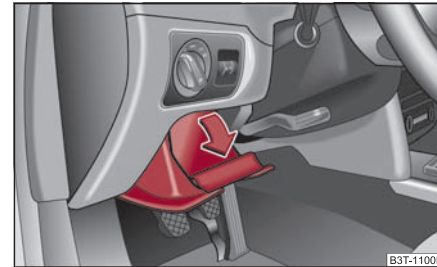

Abb. 109 Schalttafel: Ablagefach auf der Fahrerseite
- Das Ablagefach wird durch Anheben des Griffes und Aufklappen in Pfeilrichtung ⇒ Abb. 109 geöffnet.